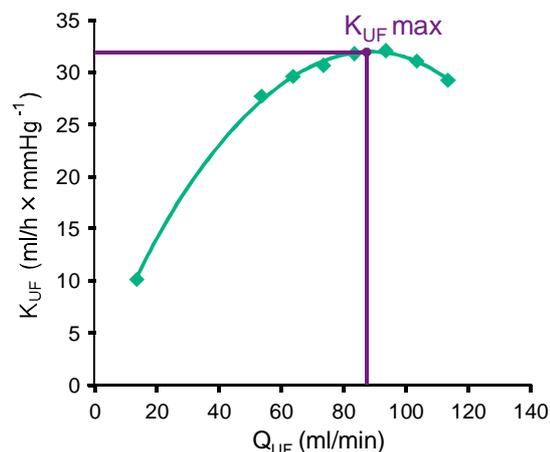

Fig. 11-23 Principio de determinación de K_{UFmax}
Para el cálculo de K_{UF} (véase también el apartado 13.10 Fórmulas (408)), el equipo establece el flujo convectivo Q_{UF} , mide la presión TMP y calcula el coeficiente de ultrafiltración K_{UF} . La determinación de K_{UF} para diferentes valores de Q_{UF} proporciona una función parabólica típica (Fig. 11-23): K_{UF} aumenta inicialmente, hasta el vértice de la parábola (valor máximo), y descendiendo posteriormente si Q_{UF} sigue aumentando. Ajustando los valores determinados con una curva de regresión ($f(x) = Ax^2 + Bx + C$), se puede determinar el coeficiente de ultrafiltración máximo (K_{UFmax}) y el correspondiente flujo convectivo (Q_{UF}).